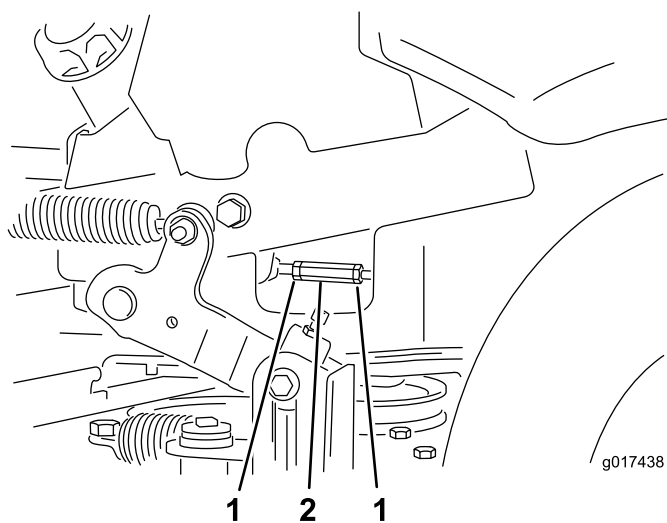

Figure 64
15. Placez les leviers de commande de déplacement en position point mort. Réglez les tiges de commande de pompe en desserrant les deux écrous de blocage et en tournant l'écrou de réglage dans le sens voulu jusqu'à ce que les roues tournent légèrement en marche arrière (Figure 64). Placez les leviers de commande de déplacement en position de marche arrière et, tout en appuyant légèrement sur les leviers, laissez les ressorts d'indicateur de marche arrière ramener les leviers au point mort. Les roues doivent s'arrêter de tourner ou tourner légèrement en arrière.
16. Serrez les deux écrous de blocage contre l'écrou de réglage (Figure 64).